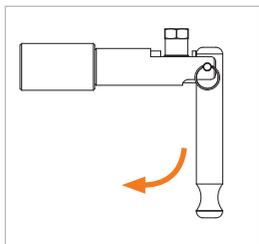

Abbildung 4
- ▶ Betätigen Sie den Spannhebel (Pos. 2) um 90° nach unten. (*Abbildung 4*) Der Adapter zieht sich selbstständig an den Prüfling an und stellt eine druckdichte Verbindung her.